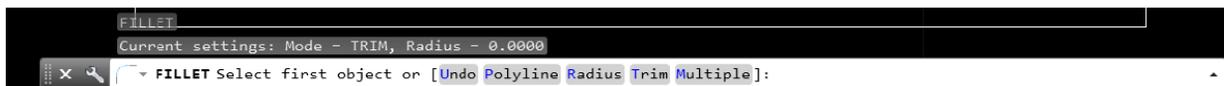

Figura 5.7: Opciones Fillet en la barra de estado.
Paso 12: Ejecute el comando Fillet: digite F y Enter, Saldrá en la barra de comando las siguientes opciones (figura 5.7):